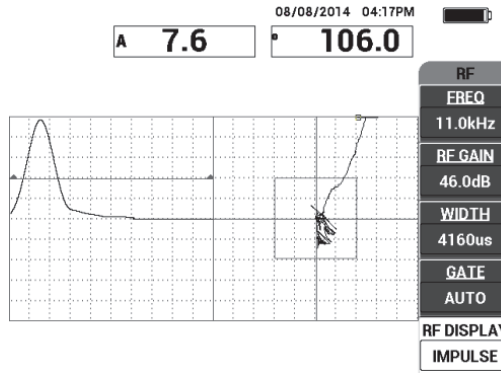

Figura 6-6 La schermata IMPULSO
6. Se si preferisce, definire il parametro **VISUALIZ. RF** (tasto E) come **IMPULSO** (vedere Figura 6-6 a pagina 141). Tuttavia si raccomanda di usare la modalità **VISUALIZ. RF** in quanto permette una facile interpretazione di ogni oscillazione del segnale.